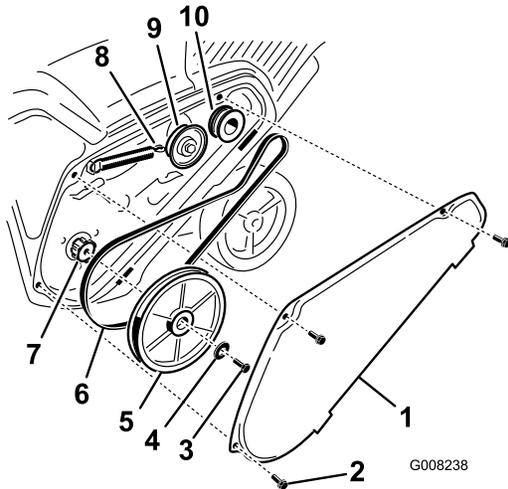

Figura 27
1. Retire los 3 pernos que sujetan la cubierta de la correa de transmisión, y retire la cubierta, según se muestra en Figura 27.
2. Desenganche el muelle del freno del brazo tensor para aliviar la tensión de la correa (Figura 27).
3. Retire el tornillo y la arandela curva que sujetan la polea del rotor (Figura 27).
4. Retire la polea del rotor y la correa de transmisión (Figura 27).
Nota: Enrute la correa de transmisión primero alrededor de la polea del motor, luego la polea tensora, y por último alrededor de la polea suelta del rotor situada justo encima del eje del rotor (Figura 27).
6. Instale la polea del rotor en el eje del rotor (Figura 27).
7. Instale la arandela curva y el perno de la polea del rotor y apriételes firmemente (Figura 27).